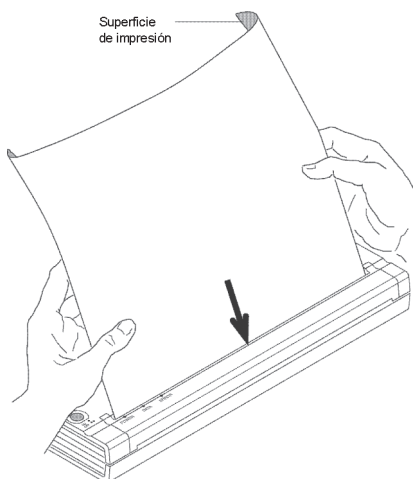

Figura 9. Colocación de una hoja de papel
3. Inserte una hoja de papel térmico Brother en la ranura de carga de papel. Coloque el lado de impresión del papel hacia afuera, de modo que quede en dirección a la parte posterior de la impresora. Consulte la figura 9.